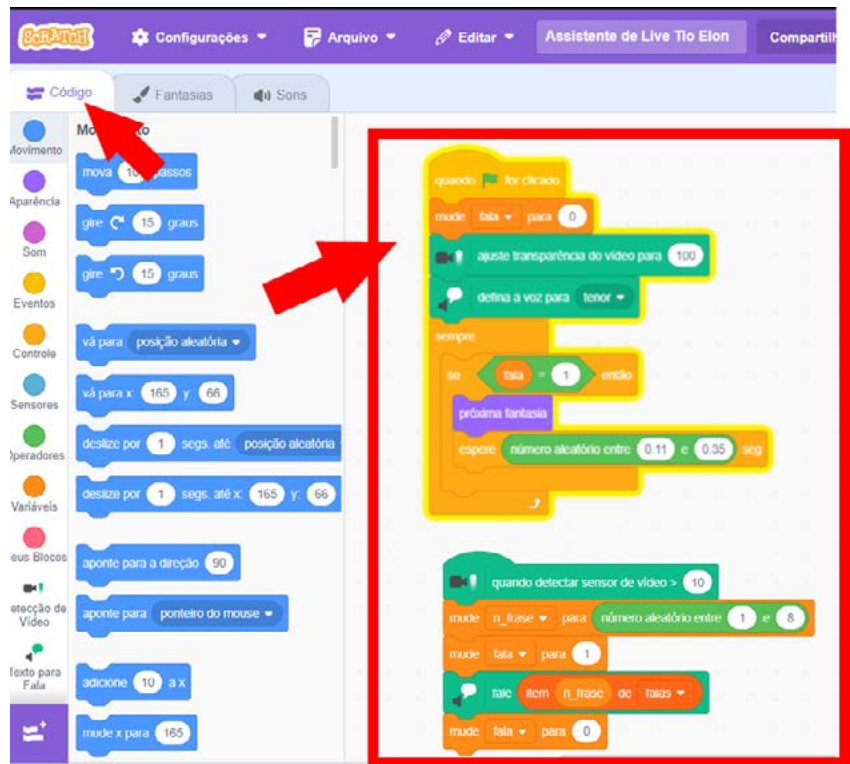

Figura 2
1. Código, onde fazemos nossa programação utilizando blocos. (figura 2).